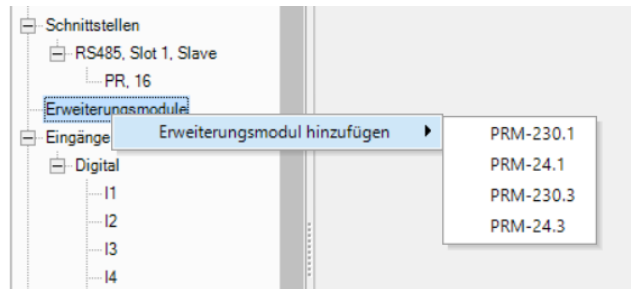

Abb. 5.1
4. Fügen Sie PRM-Modul das Kontextmenü (Abb. 5.1) hinzu.